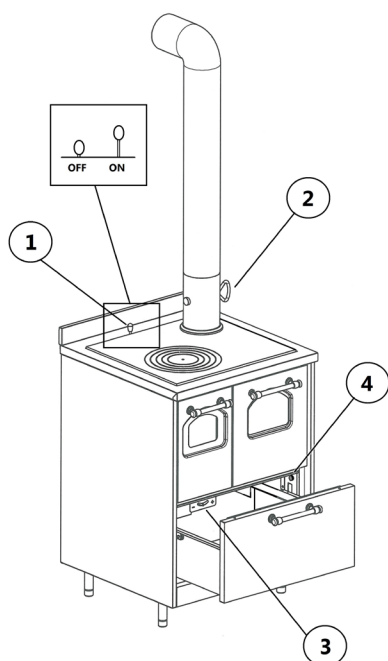
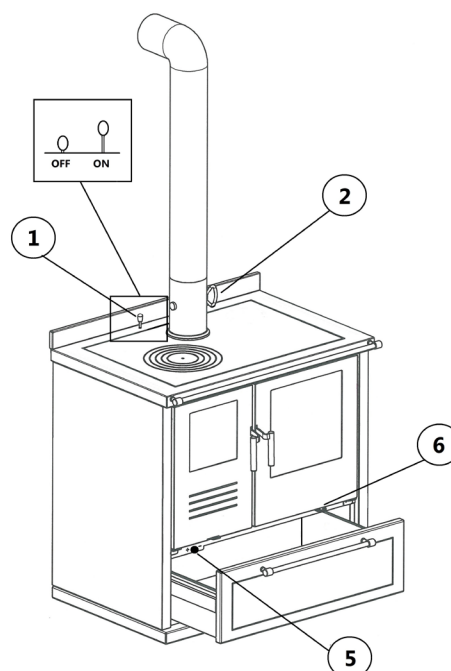

Fig. 13 - Ejemplo de estufa 1
Fig. 14 - Ejemplo de estufa 2
LEYENDA Fig. 13 a pág. 16 - Fig. 14 a pág. 16
- Abrir completamente el registro de entrada del aire primario, la válvula de arranque (válvula presente sólo en las estufas con horno) y el damper (véase **Fig. 13 a pág. 16** y **Fig. 14 a pág. 16**).
Para un mejor rendimiento, cuando hay una llama alta es aconsejable cerrar el registro del aire primario a lo mínimo (véase **Fig. 13 a pág. 16**), cerrar la válvula de arranque: eso comporta el máximo rendimiento (rendimiento nominal) con el menor consumo de combustible.
Los modelos Master y Gemma (véase **Fig. 14 a pág. 16**) proveen un registro de aire primario con válvula automática por medio de una sonda que abre y cierra automáticamente según la temperatura interior del quemador, cuando el fuego es alto la válvula se cierra de manera que haya menor aire que pasa. Por lo tanto es aconsejable poner la válvula en (-) una vez que el fuego es encendido.
Si la válvula está cerrada y los humos tienen dificultades a girar alrededor del horno, existe otra válvula bajo del horno (véase **Fig. 14 a pág. 16**), sacando la palanca el giro de los humos se acorta.
Algunos modelos de estufas son provistos de ventilación forzada con comando manual: encender y apagar por medio del interruptor (véase **Fig. 13 a pág. 16**).